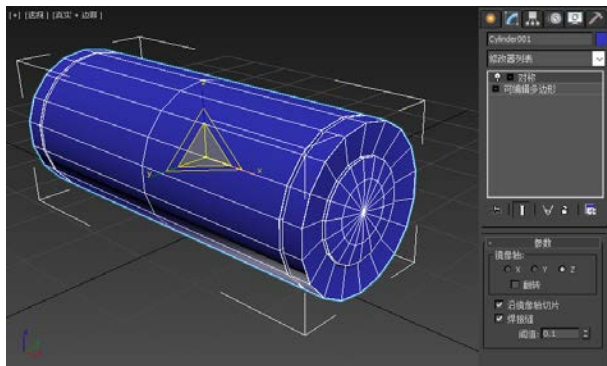

图 3-1-17 添加【对称】修改器
STEP 17 退出子对象选择，给模型添加【对称】修改器，如图 3-1-17 所示。